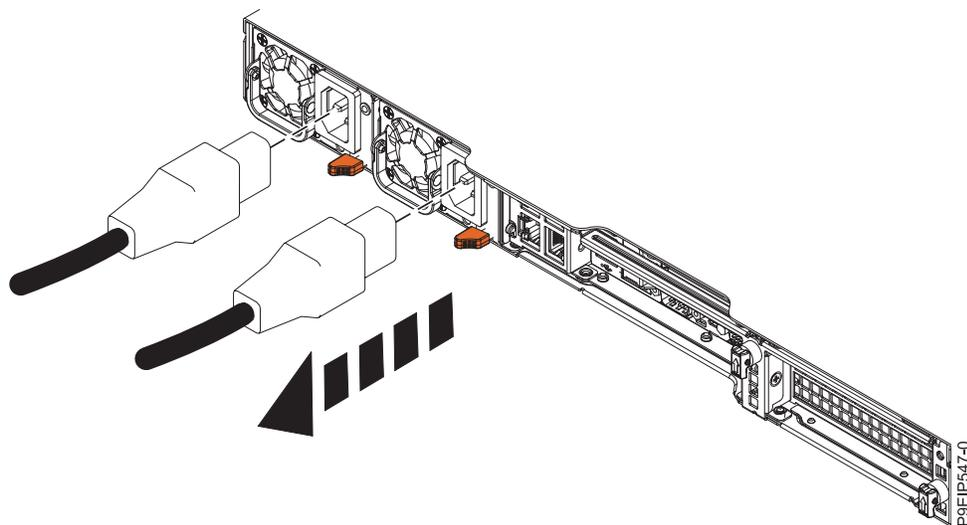

図 58. システムからの電源コードの取り外し
2. 電源コードにラベルを付けて、システム装置から切り離します (図 58 を参照)。